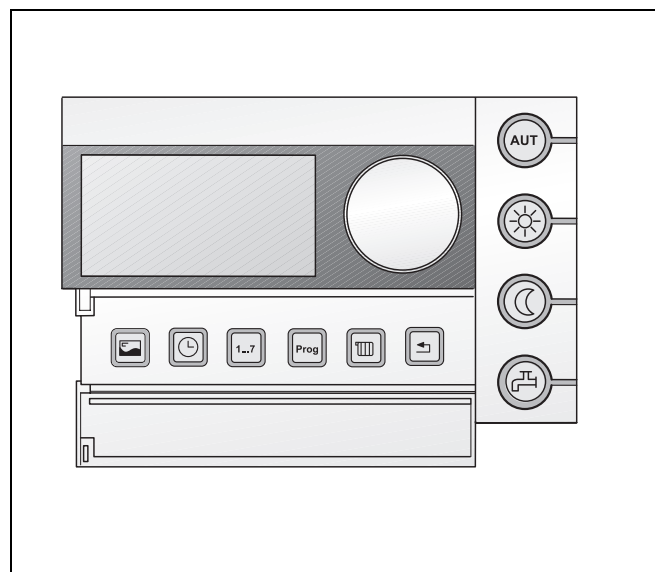

Рис. 18 Блок управления помещения RC30
- Ручкой управления "Заданная температура горячей воды" (рис. 18, поз. 1) устанавливается нужная температура горячей воды в баке-водонагревателе (см. таб. 2).